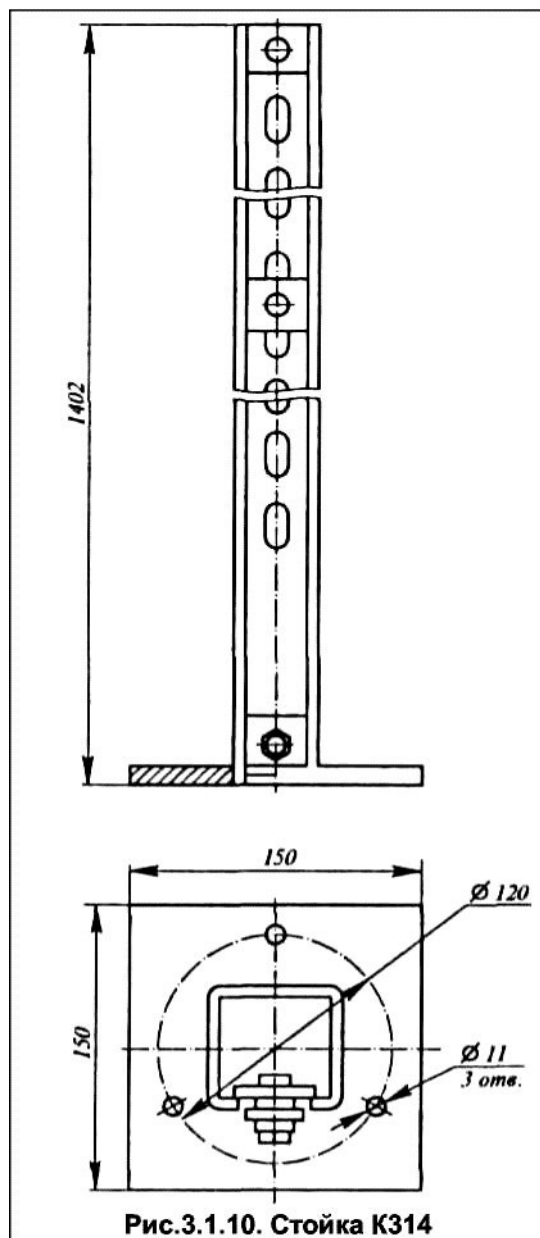

Рис.3.1.10. Стойка К314
**Стойки К314Т2, К314УХЛ2, К314УТ2** (табл. 3.1.10., рис. 3.1.10) предназначены для напольной установки группы аппаратов.